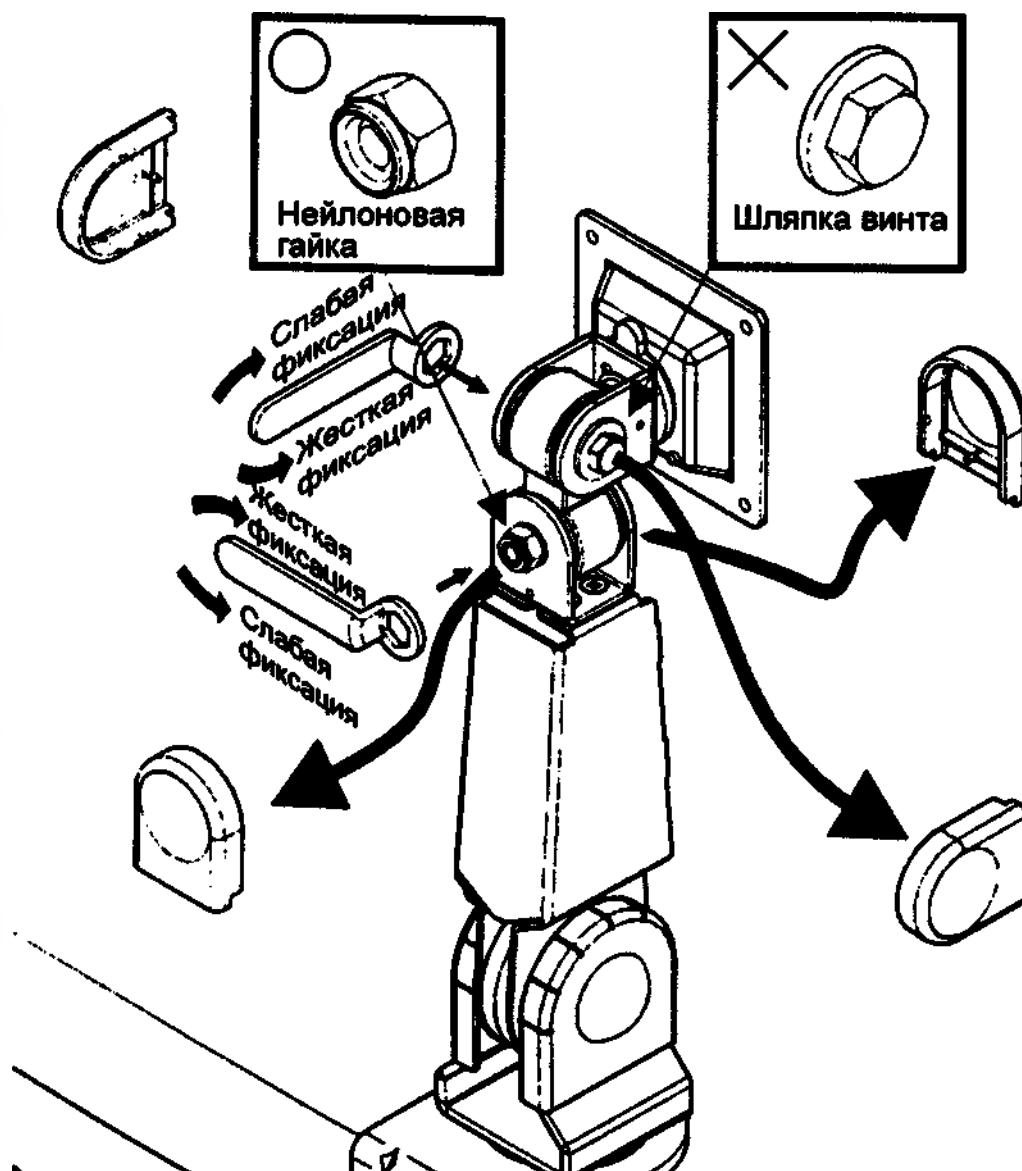

Рис. 10
При установке на кронштейн компьютеров с различным весом, возможно, потребуется отрегулировать силу предварительного натяжения соединений кронштейна, чтобы облегчить перемещение или сохранить желаемое положение компьютера. Если это так, выполните следующие действия (рис. 10):
2. Найдите нейлоновую гайку (обозначена кружком на рис. 10) (не шляпку винта! (обозначена крестиком на рис. 10)) и, используя гаечный ключ (поз. 1.8 в табл. 2), отрегулируйте натяжение.